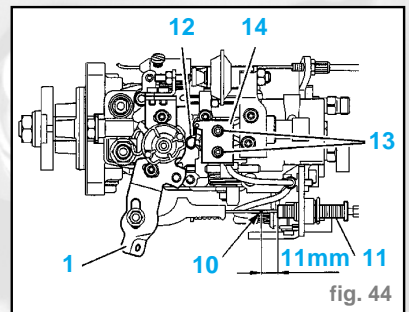

fig. 44
- Tracer un repère (10) sur le câble à 11 mm de l'embout (11). (fig. 44)